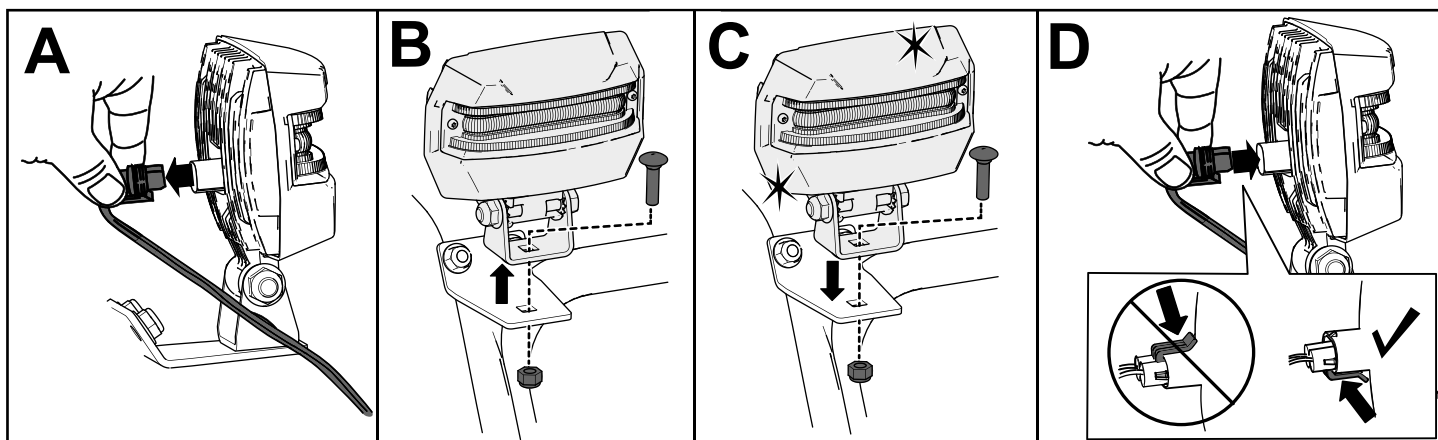

Figure 47
1. Débranchez le câble à l'arrière du phare (encadré A de la Figure 47).
2. Retirez le boulon et l'écrou qui maintiennent l'ensemble phare sur le support de phare, puis déposez l'ancien ensemble phare (encadré B de la Figure 47).
3. Fixez le nouvel ensemble phare sur le support de phare à l'aide du boulon et de l'écrou retirés précédemment (encadré C de la Figure 47).
4. Branchez le câble du phare directement à l'arrière du phare en l'enfonçant bien en place (encadré D de la Figure 47).